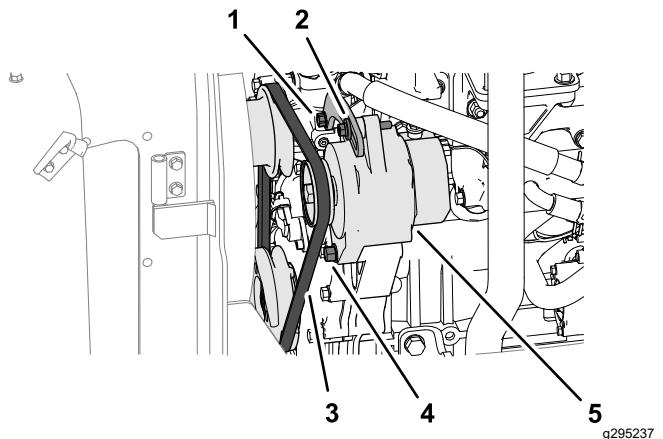

Figure 69
1. Exercez une force de 10 kgf sur la courroie d'alternateur (Figure 69) à mi-chemin entre les poulies.
- Si la courroie présente une flèche de moins de 10 mm, desserrez le boulon de pivot de l'alternateur et le boulon de tension (Figure 69), et réduisez la tension de la courroie.
- Si la courroie présente une flèche de plus de 10 mm, desserrez le boulon de pivot de l'alternateur et le boulon de tension (Figure 69), et augmentez la tension de la courroie.
- Remarque:** Au besoin, desserrez le boulon du support de tension (Figure 69).
3. Serrez les boulons (Figure 69).